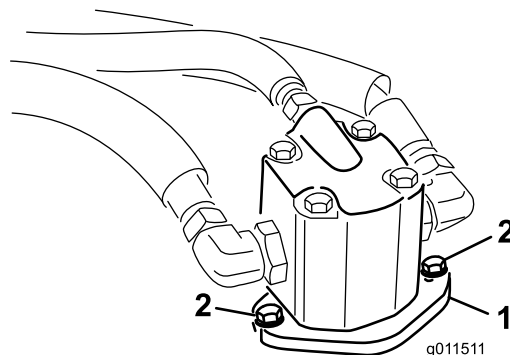

Bild 97
4. Entfernen Sie die Schrauben, mit denen der Hydraulikmotor am Mähwerk befestigt ist (Bild 97). Heben Sie den Motor vom Mähwerk ab und legen ihn auf die Oberseite des Mähwerks.